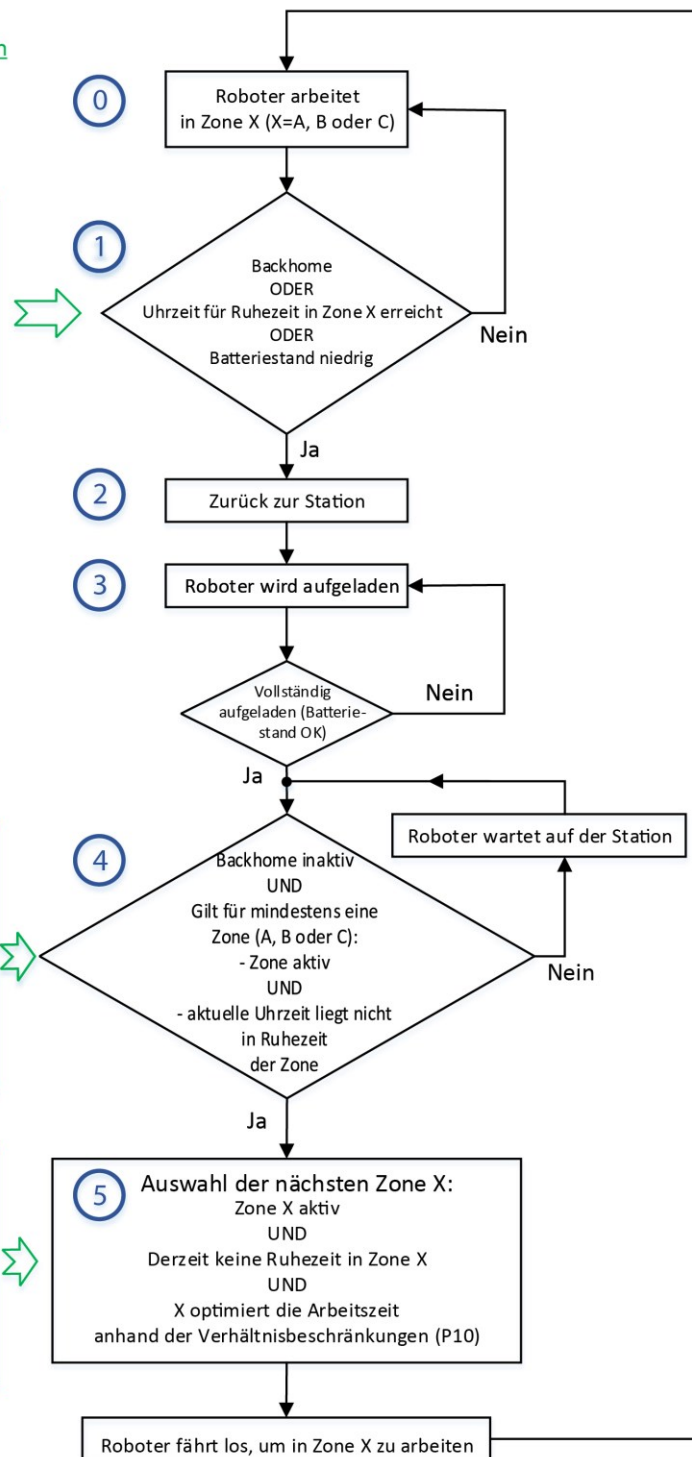

Abbildung 1: Funktionsalgorithmus des Roboters bei der Multizone-Option
In Abbildung 1 ist der allgemeine Algorithmus für die Zonenauswahl dargestellt sowie die Art und Weise, wie der Benutzer den Algorithmus über Befehle, Parameter oder Optionen beeinflussen kann, die in den Roboter eingegeben bzw. einprogrammiert werden können.
Im Automatikbetrieb (Normalbetrieb) wählt der Roboter einen Arbeitsbereich für jeden Zyklus aus, d. h. jedes Mal, wenn er seine Station verlässt, um sich an die Arbeit zu machen (Phasen 4 und 5 in Abbildung 1). Während eines Mähzyklus (Phasen 0, 1, 2 in Abbildung 1) ändert der Roboter nie die Zone, verbringt aber dennoch zwingend Zeit im Überlappungsbereich, der im ausgewählten Arbeitsbereich enthalten ist.
- Wenn der Roboter in einer Zone arbeitet und der Benutzer diese Zone deaktiviert, kehrt der Roboter direkt zur Station zurück. Dies entspricht also einer Zurücksendung auf die Station (Phase 1 in Abbildung 1).
- Befindet sich der Roboter auf der Station und entscheidet loszufahren, so wählt er nie eine vom Benutzer deaktivierte Zone (Phase 5 in Abbildung 1).